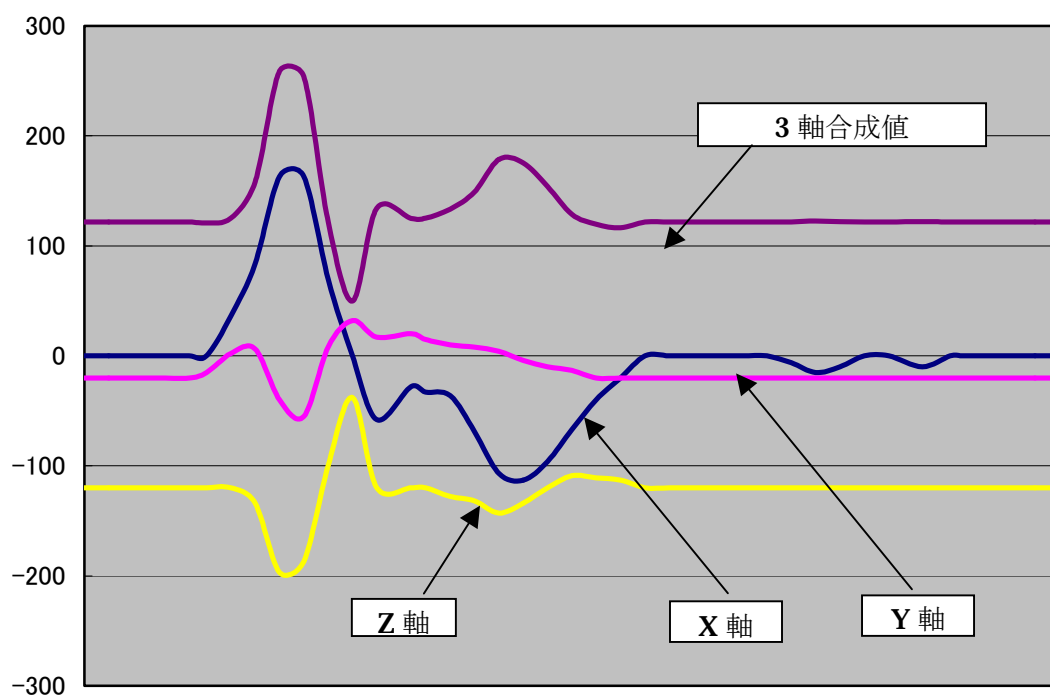

図 14 センサーを移動させたときのデータグラフ
- 移動 (図 14 センサーを移動させたときのデータグラフ)